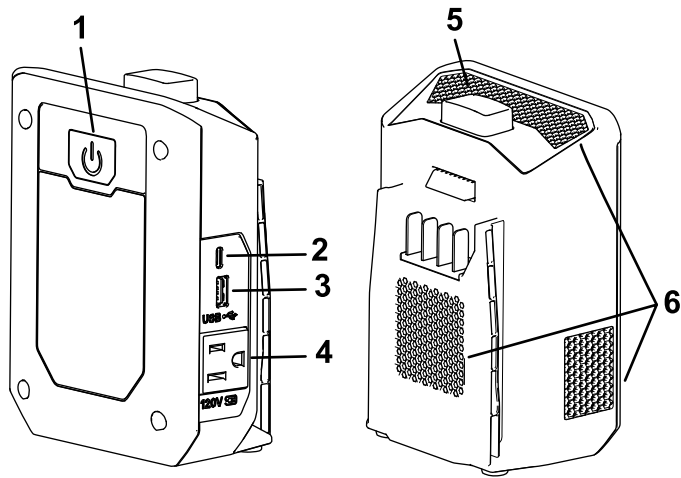

Figura 3
**Importante:** No conecte el inversor a una toma de corriente doméstica o a cualquier tipo de cable de corriente alterna (CA), y no conecte el conector del neutro del inversor a tierra.
2. Pulse el botón de encendido situado en la parte trasera del inversor para encender el inversor; los LED se encienden en color verde fijo (Figura 3).